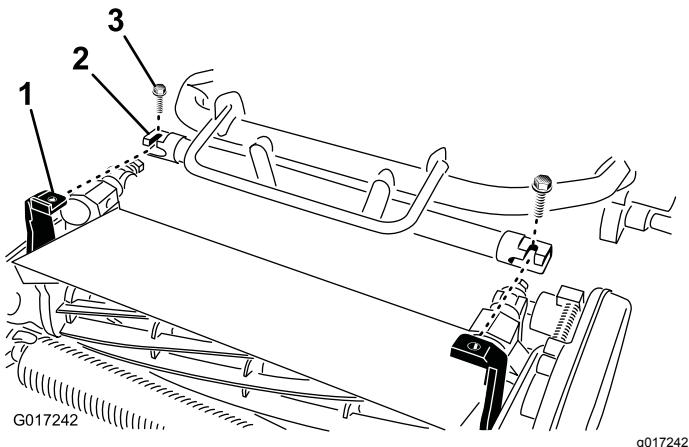

Рисунок 10
4. Маневрируя, перемещайте раму тягового блока (Рисунок 10) вперед, пока она не войдет в зацепление с поворотными рычагами режущего блока.
5. Прикрепите раму тягового блока к поворотным рычагам режущего блока двумя болтами (3/8 x 3/4 дюйма) (Рисунок 10).